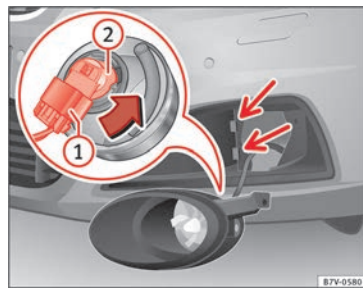

Abb. 110 Glühlampe im Scheinwerfer auswechseln.
3. Scheinwerfer ein wenig nach vorn klappen und aus den seitlichen Aufnahmen » **Abb. 110** (kleine Pfeile) herausziehen.
4. Anschlussstecker » **Abb. 110** ① entriegeln und abziehen.
5. Lampenträger » **Abb. 110** ② in Pfeilrichtung bis zum Anschlag nach links drehen und zusammen mit der Glühlampe nach hinten herausziehen.
8. Anschlussstecker » **Abb. 110** ① auf den Lampenträger ② stecken. Der Anschlussstecker muss hörbar einrasten.
9. Scheinwerfer in die Aufnahmen » **Abb. 110** (kleine Pfeile) stecken und nach hinten klappen.